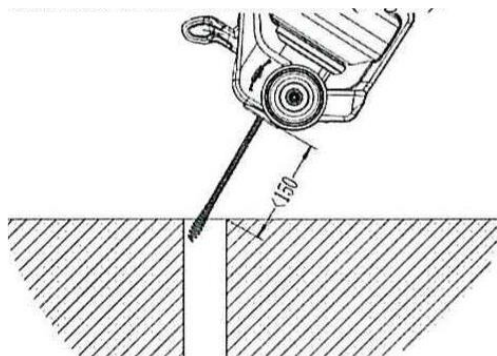

Рисунок 8
1. Расположите головку инструмента на расстоянии менее 150 мм от отверстия трубы. Если расстояние слишком велико, это может привести к перекручиванию вала и образованию узлов; не располагайте головку инструмента слишком близко к трубе – при этом неудобно следить за состоянием гибкого вала (рис. 8);